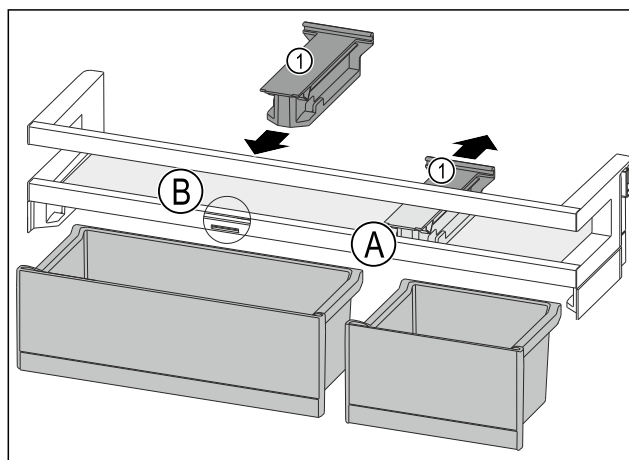

Fig. 193
- ▶ Pociągnąć element trzymający Fig. 193 (1) w pozycji Fig. 193 (A) do tyłu.
- ▶ Włożyć element trzymający Fig. 193 (1) w pozycji Fig. 193 (B).